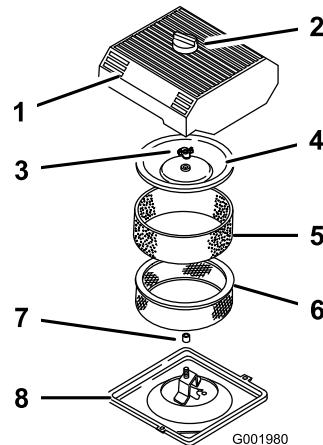

Figure 44
4. Desserrez le bouton sur le couvercle du filtre à air et déposez le couvercle (Figure 44).
5. Sortez délicatement l'élément en mousse de l'élément en papier (Figure 44).
6. Dévissez l'écrou du couvercle et enlevez le couvercle et l'élément en papier (Figure 44).
3. Nettoyez la surface autour du filtre à air pour éviter que des impuretés n'endommagent le moteur en tombant à l'intérieur (Figure 44).
1. Glissez délicatement l'élément en mousse sur l'élément en papier (Figure 44).
3. Vissez l'écrou à la main contre le couvercle (Figure 44).
4. Remettez en place le couvercle du filtre à air et le bouton (Figure 44).